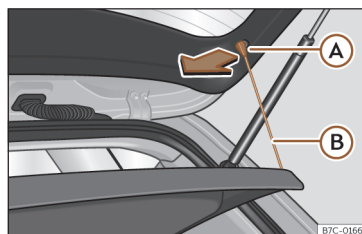

Fig. 168 Na bagageira: desmontar e montar a chapeleira.
- Desengate os tirantes de fixação >>> **Fig. 168** (B) dos alojamentos (A).
- Engate os tirantes de fixação >>> **Fig. 168** (B) na porta da bagageira.